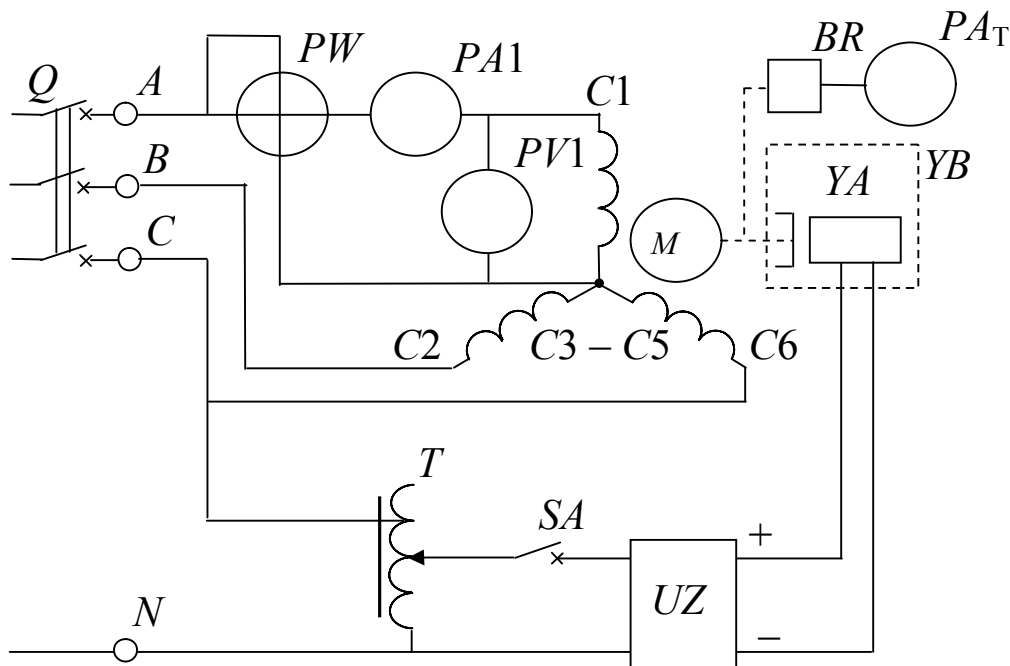

Рис. 1. Схема экспериментальной установки
Нагрузкой двигателя M (рис. 1) служит тормоз с электромагнитным приводом YB . Его основными частями являются алюминиевый диск, укрепленный на валу, сочлененный муфтой с валом двигателя, и электромагниты YA , окружающие диск. При питании катушек электромагнитов постоянным током создается магнитное поле, индуктирующее во вращающемся диске вихревые токи. В результате взаимодействия вихревых токов с магнитным полем возникает момент в направлении вращения диска, который поворачивает электромагниты вместе с противодействующим грузом и стрелкой, указывающей значение вращающего момента на неподвижной шкале. Величина тормозного момента регулируется изменением тока в катушках электромагнитов YA , осуществляемого автотрансформатором T типа АОСН-2-220 через выпрямитель UZ ("Выпр. II").
4.3. Собрать электрическую схему (рис. 1) и дать ее проверить лаборанту. При этом все выключатели должны находиться в выключенном состоянии (нижнее положение), а регулятор автотрансформатора T – против часовой стрелки до упора.